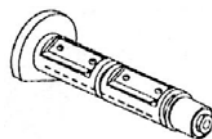

Рис. 7
- 1) Выровняйте сегменты на держателе красящей ленты (рис.7)